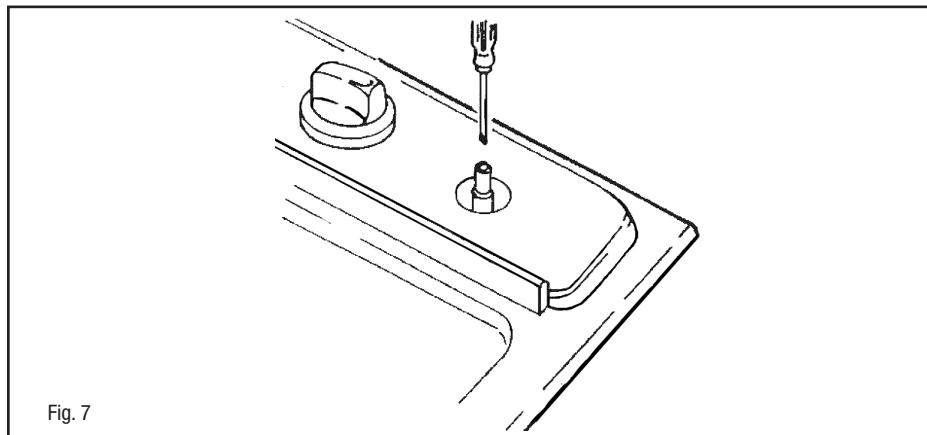

Fig. 7
- para a regulação do mínimo agir com urna oportuna chave de parafuso sobre o parafuso colocado na torneira (Fig. 7) depois de o ter rodado à posição mínimo. Para GPL (butano / propano) ataraxar a fundo.